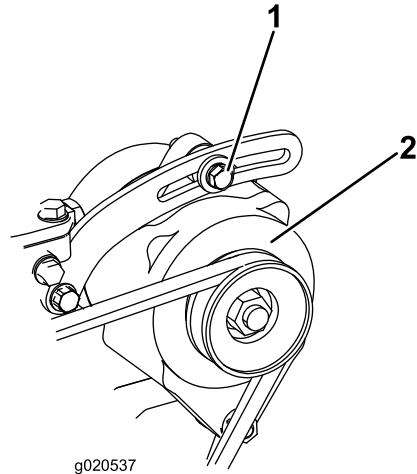

Figure 37
Vérifiez l'état et la tension de la courroie (Figure 37) toutes les 100 heures de fonctionnement.
2. Si vous n'obtenez pas une flèche de 10 mm (3/8 po), desserrez les boulons de fixation de l'alternateur (Figure 37). Augmentez ou diminuez la tension de la courroie et resserrez les boulons. Contrôlez de nouveau la flèche de la courroie pour vérifier si la tension est correcte.